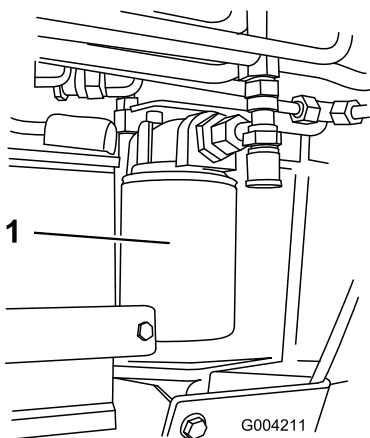

Рисунок 54
4. Поместите под крышку сливной поддон (Рисунок 54).
5. Снимите старый фильтр (Рисунок 54) и начисто протрите поверхность прокладки адаптера фильтра.
7. Установите новый гидравлический фильтр в адаптер фильтра (Рисунок 54). Поверните